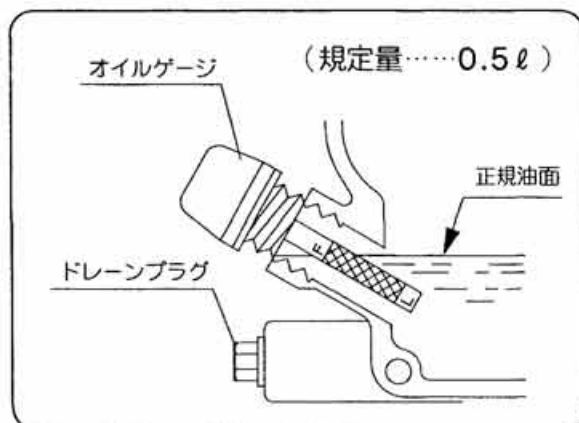

図33
1) エンジンオイル (図33)
2) オイル交換 (24頁の図33、34、35参照)